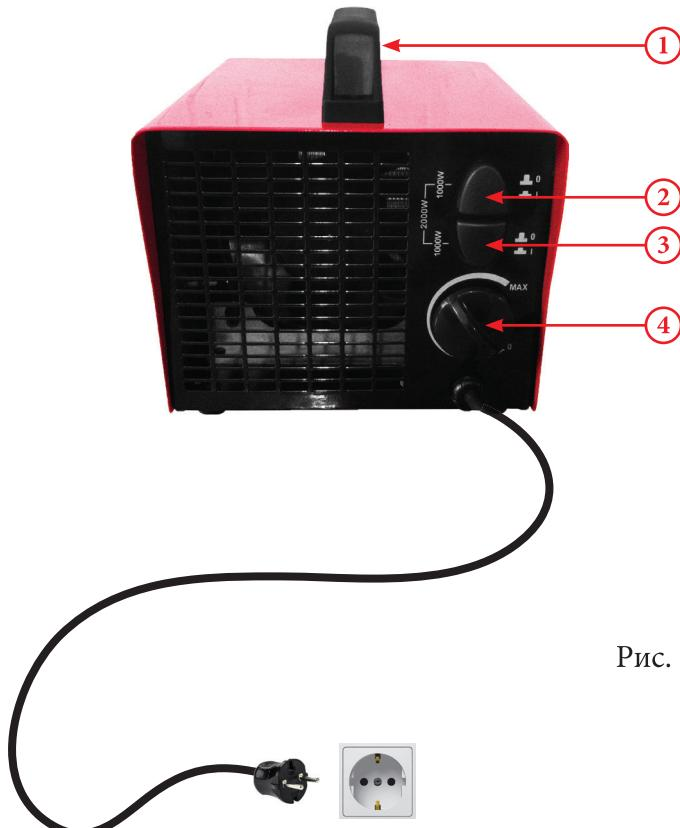

Рис. 1
Поверните ручку терmostата (рис.1 пункт 4) по часовой стрелке в крайнее правое положение, при этом слышен характерный щелчок, говорящий о том, что электрическая цепь терmostата замкнута.
Нажмите кнопку включения 1-го контура нагрева (рис.1 пункт 2) в положение "■", при этом включится вентилятор и включится первый блок нагрева мощностью 1000 Вт.
При необходимости нажмите кнопку включения 2-го контура нагрева (рис.1 пункт 3) в положение "■", при этом продолжит работу вентилятор и первый блок нагрева, плюс включится второй блок нагрева мощностью 1000/2000 Вт, при этом суммарная мощность нагрева составить 2000/3000 Вт.
Дождитесь пока температура воздуха в помещении будет для вас комфортна и поверните ручку терmostата (рис.1 пункт 4) против часовой стрелки до щелчка. Выбранная вами температура будет поддерживаться в автоматическом режиме.
1. Нажмите кнопку включения 1-го контура нагрева (рис.1 пункт 2) в положение "⊥", при этом выключится первый блок нагрева.
2. Нажмите кнопку включения 2-го контура нагрева (рис.1 пункт 3) в положение "⊥", при этом выключится второй блок нагрева.